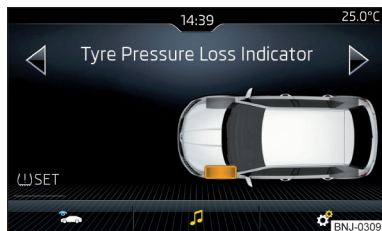

Fig. 230
- Atingeți suprafața de comandă funcții SET » fig. 230.
Când lampa de control se aprinde în panoul de bord, pe Infotainment se poate afișa anvelopa afectată » fig. 230.